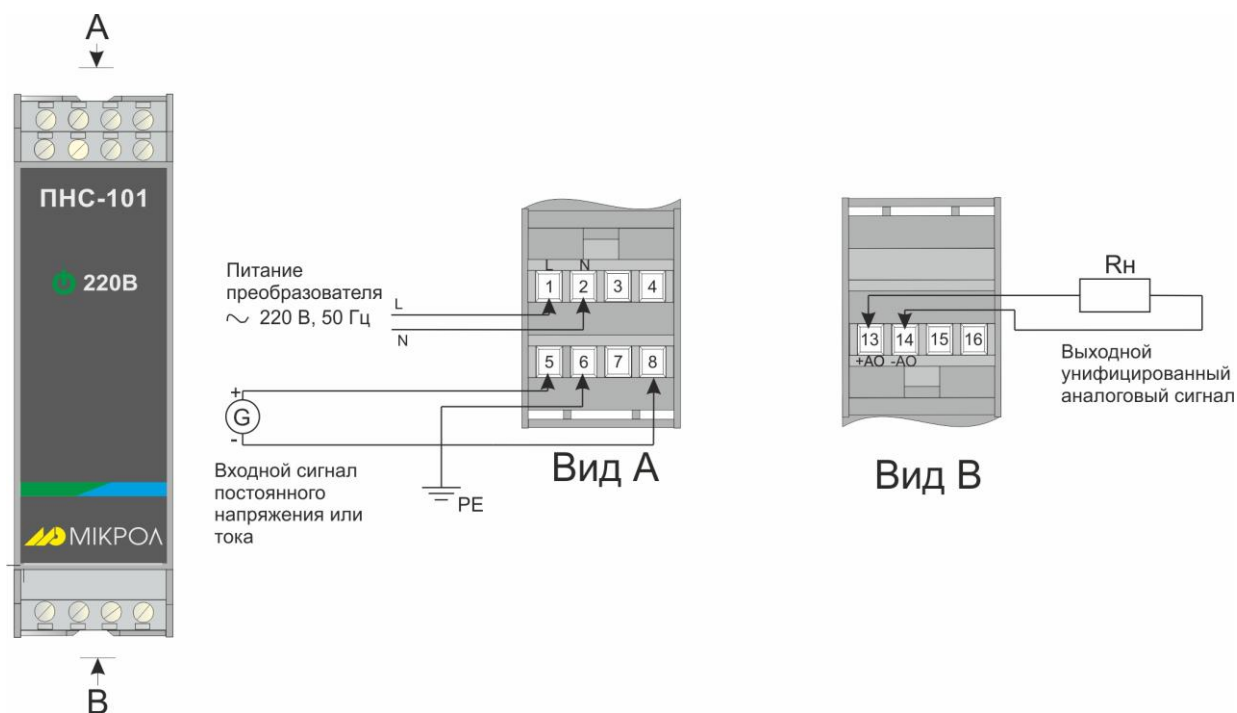

Рисунок 3.3 - Схема электрическая подключений преобразователя ПНС-101
3.2.5 Выполните внешние подключения к блоку согласно рис. 3.3.